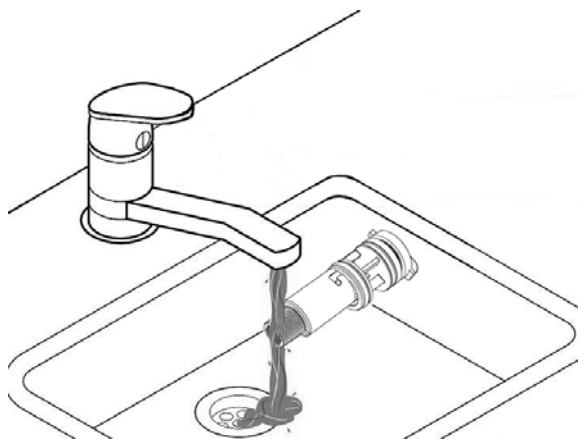
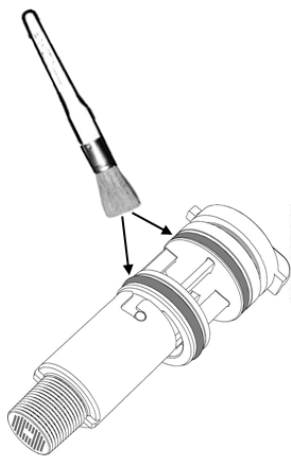

fig. 43
fig. 44
- În acest mod se poate curăța debitmetrul (vezi fig. 43 și fig. 44) sau înlocuiți componentele.